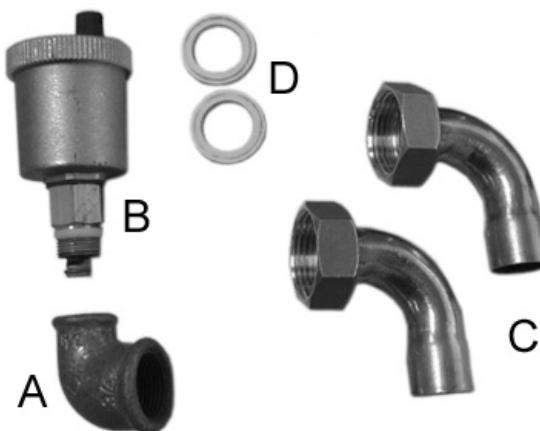

Fig. 67
**10.1 Ontluchter + bocht** (fig. 67 en 68)
- Monteer de bocht (A) op de koppeling van de ontluchter – met het gedeelte 3/4" naar de ketel. Monteer de ontluchter (B) op het gedeelte 3/8" van de bocht (A).
(fig. 67 en 68)
**10.1 Purgeur + coude** (fig. 67 et 68)
- Installer le coude (A) sur le piquage raccordement du purgeur - la partie 3/4" côté chaudière. Installer le purgeur (B) sur la partie 3/8" du coude (A).
(fig. 67 et 68)